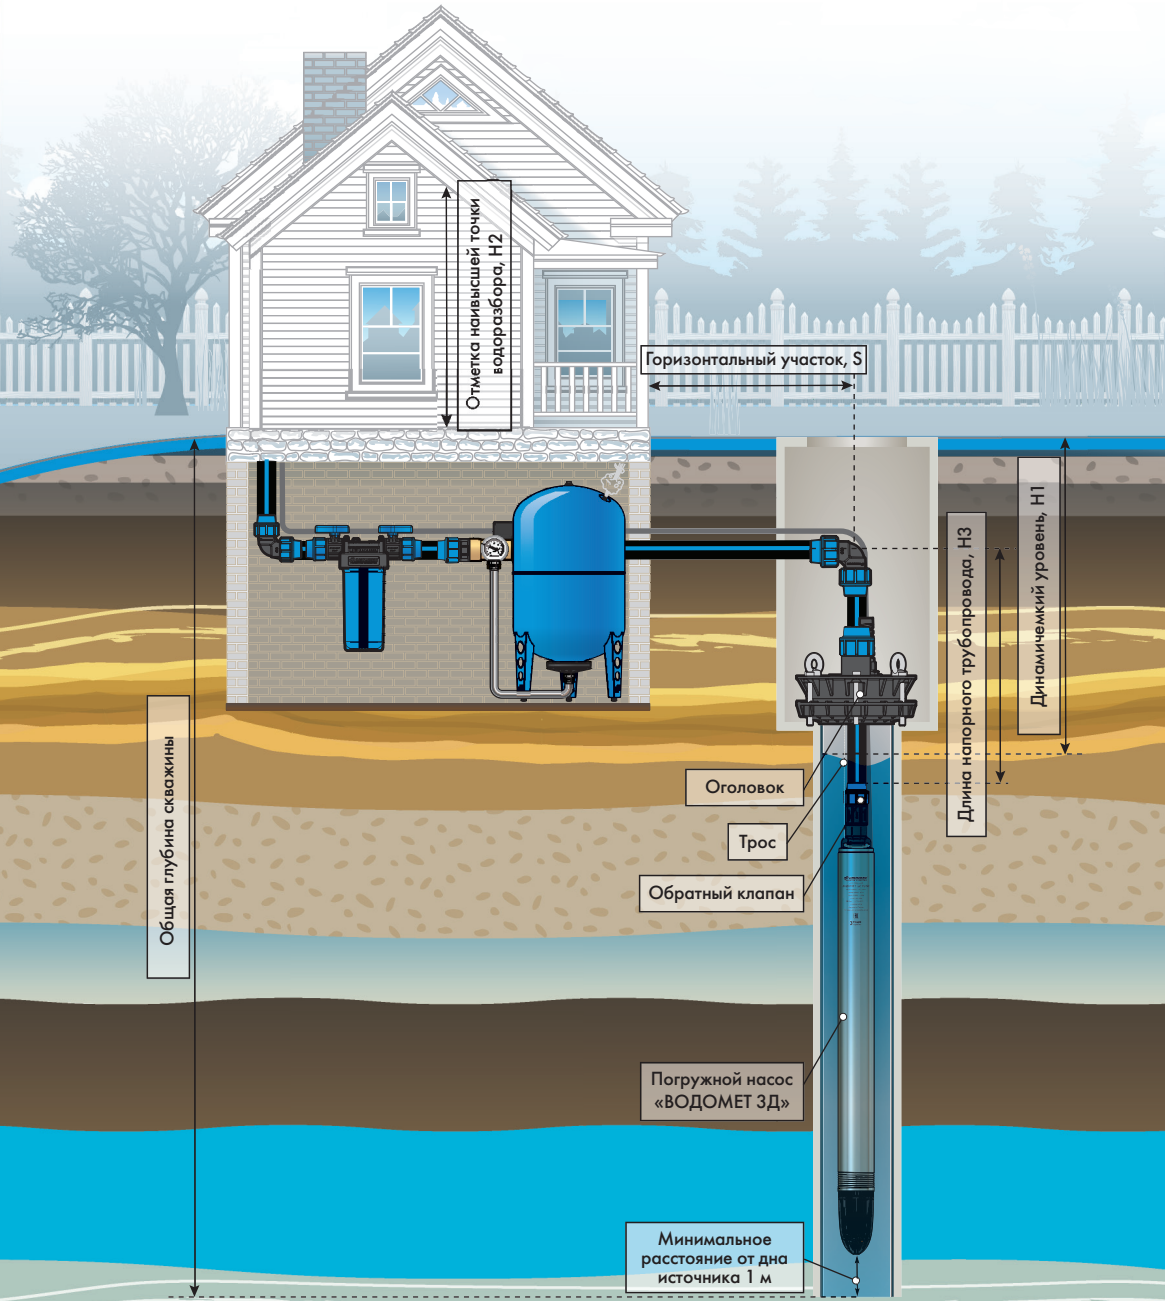

Рисунок 4
Чтобы правильно подобрать погружной насос, необходимо иметь информацию об источнике водоснабжения (рисунок 4) и о максимальном объеме потребляемой воды (таблица 1).
**S** - расстояние от скважины до дома (рисунок 4);